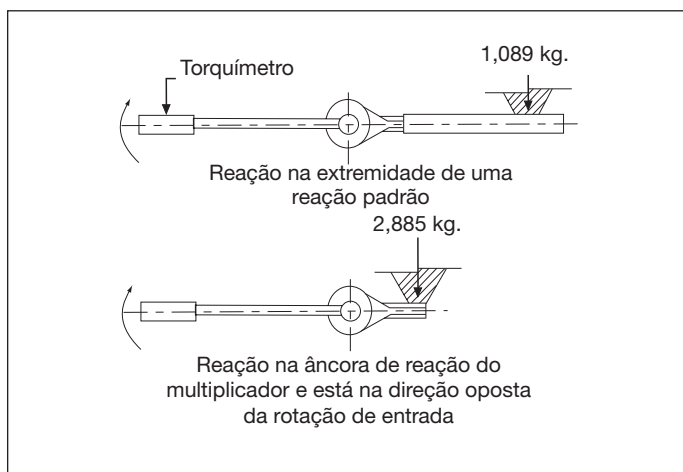

Fig. 5, As forças de reação aumentam perto do multiplicador
5. **Aperte usando um torquímetro:** Determine o torque de entrada necessário (veja o torque na placa de dados da ferramenta) ou para referência, consulte a seção 4.0 Tabelas de Especificação. Precisão do torque de saída requer um torquímetro acurado, de acordo com o multiplicador de torque. Aplique o torque com o torquímetro até que o torque de entrada seja alcançado (Fig. 5).
5. Aumente a vida da ferramenta e a segurança do ambiente de trabalho, mantendo a reação de torque o mais longe possível da área de ancoragem (Fig. 5).